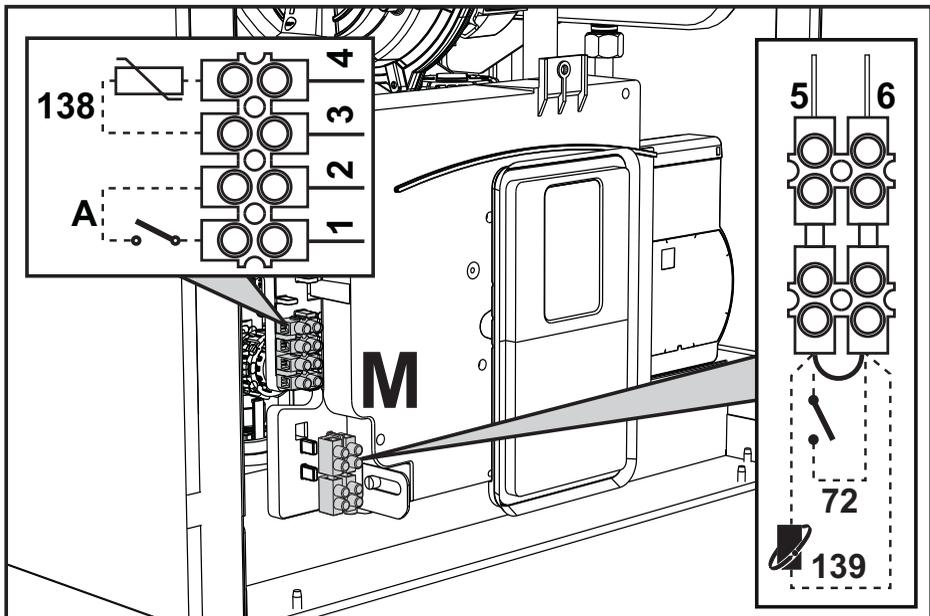

fig. 29
Dopo aver tolto il pannello frontale (sez. "Apertura del pannello frontale" a pag. 50) è possibile accedere ai morsetti. **I morsetti nr. 1-2 e 5-6, indicati nella fig. 29, devono essere a contatti puliti (non 230V).** La disposizione dei morsetti per i diversi allacciamenti è riportata anche nello schema elettrico alla fig. 81.
2.5.5 Configurazione Interruttore ON/OFF (rif. A di fig. 29)